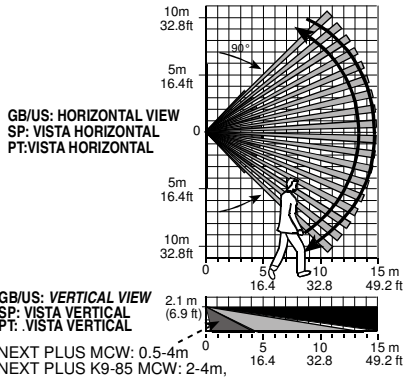

Fig. 2 - Coverage Pattern Walk-test / Prueba de detección del área de cobertura / Teste de Passagem da Área de Cobertura
6. Teste de passagem na área de cobertura (ver a fig.2). Caminhe no extremo da cobertura em ambas as direcções. O LED deve acender por 2-3 segundos cada vez que seja detectado movimento.